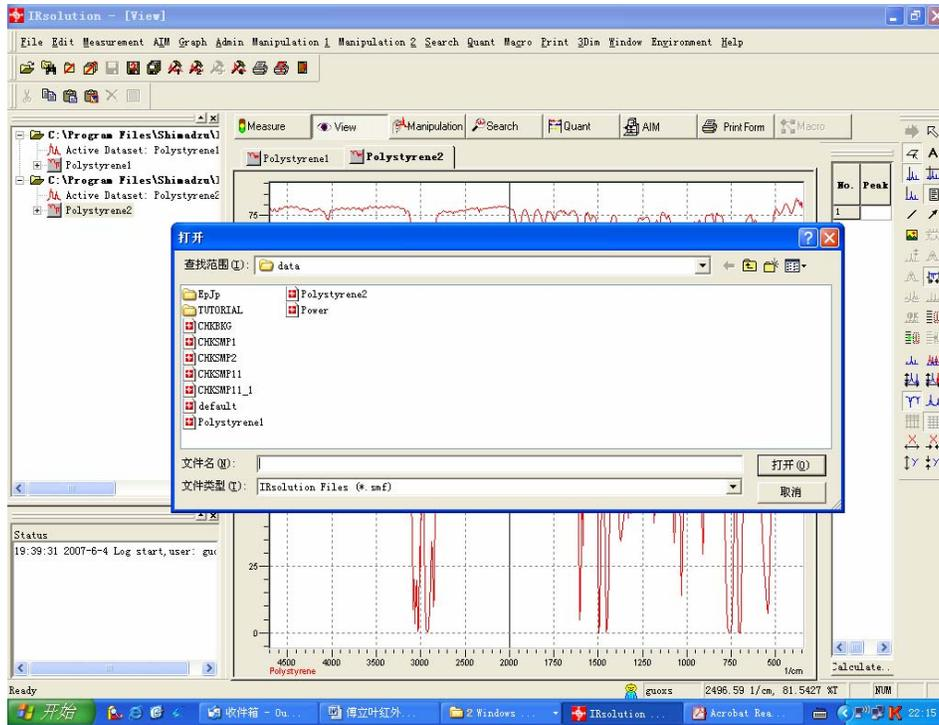

图8 打开图谱
2. 点击View按钮可以查看样品测试的图谱，选择File中的Open可以查看以前保存过的图谱。图8。